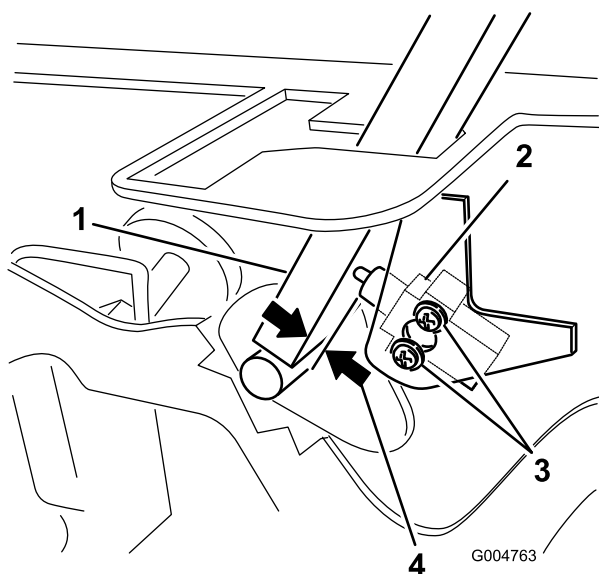

Figura 60
3. Allentate le due viti che fissano il microinterruttore di sicurezza (Figura 60).
4. Tenete la leva di controllo contro il telaio, spostate il microinterruttore verso la leva finché la distanza tra la leva ed il corpo del microinterruttore non è compresa tra 0,4 e 1 mm (Figura 60).